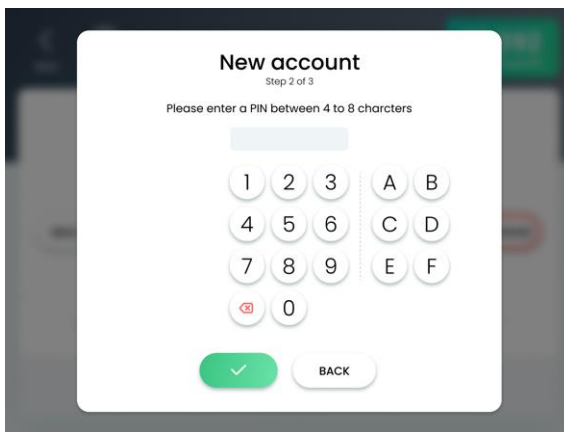

Figure 6-4. Écran New Account (Nouveau compte) (étape 2 sur 3)
- Appuyez sur le bouton **Confirm** (Confirmer) ; l'écran New Account (Nouveau compte) (étape 2 sur 3) apparaît, comme illustré à la Figure 6-4.